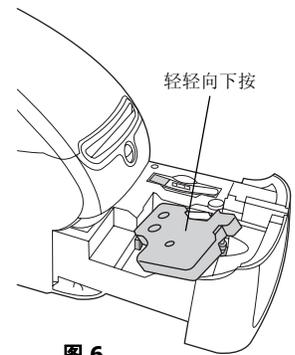

图 6
- 3 插入标签供纸盒并用力按下，直到其卡入到位。确保正确放置标签和色带。请参阅图 6。